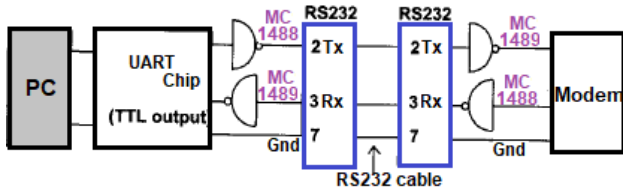

Fig.6. Legătura dintre 2 echipamente DTE și DCE prin cablu RS232 („cablu modem”) sau cablu direct
- 1) Atunci când se conectează două asemenea echipamente, de exemplu, un calculator cu un modem, care dispun de conectori de același tip (de exemplu, DB-25), este necesar un cablu care conectează pinii cu același număr ai conectorilor de la cele două capete. Acesta este un **cablu direct** sau cablu modem. Într-un cablu direct, fiecare pin corespunzător unui anumit semnal de la un capăt este conectat cu pinul corespunzător aceluiași semnal de la celălalt capăt (pin 2 cu pin 2, etc)-Fig.6.